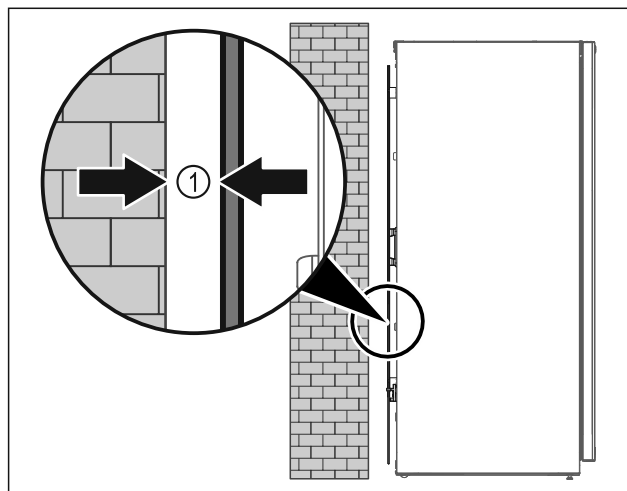

Fig. 4
- ▶ Ustavte spotřebič buď volně v místnosti nebo přímo u stěny v minimální vzdálenosti 5 mm Fig. 4 (1).